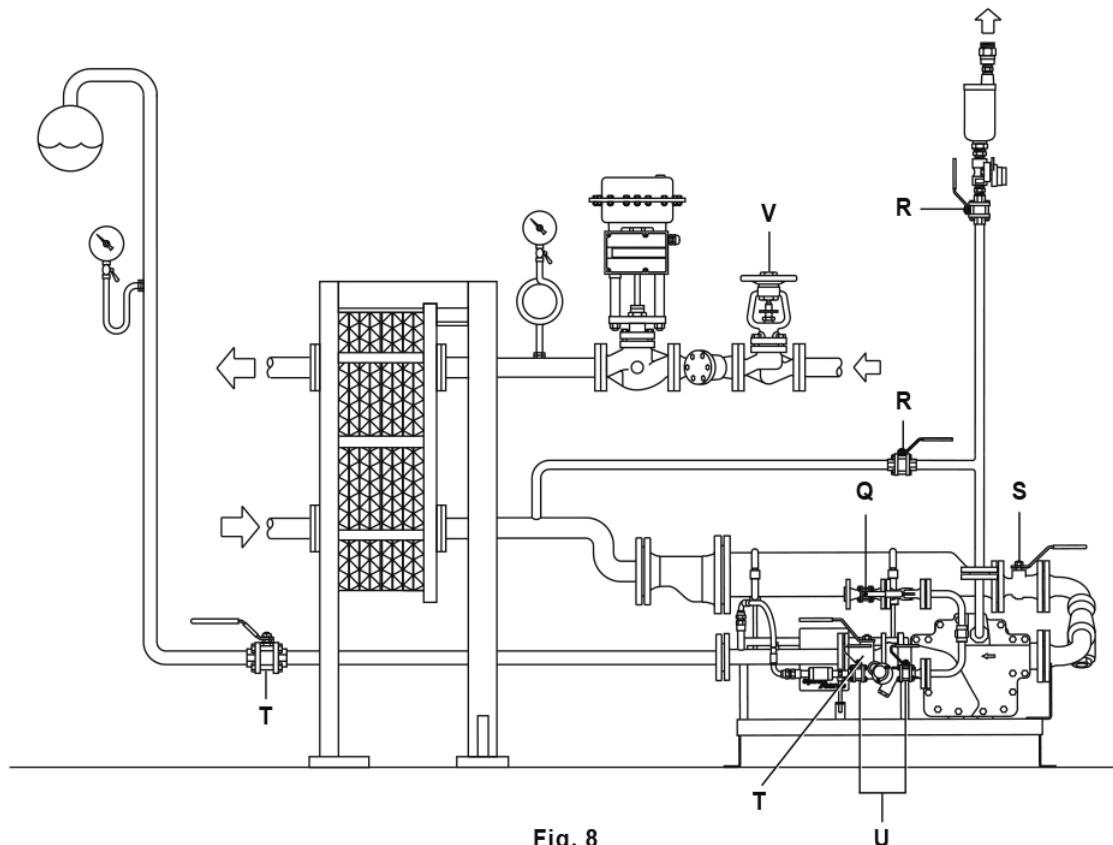

Fig. 8
- Est-ce que la soupape d'échappement raccordée à la sortie de l'équipement à vidanger n'est pas obstruée (voir le schéma Fig 8, page 14) ?